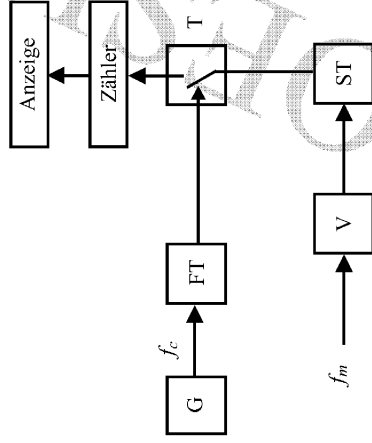

Bild 11: Anordnung zur Bestimmung einer Frequenz
Die Frequenz f_m eines zu messenden Signals soll bestimmt werden. Dazu wird es in eine Anordnung (Abb. 11) eingespeist. Das Signal f_m wird verstärkt (V) und durch einen Schmitt-Trigger (ST) in ein Rechtecksignal umgewandelt. Durch die Torschaltung (T) gelangt es zum Zähler und somit zur Anzeige. Der Zähler summiert die Anzahl der positiven Flanken. Die Torschaltung wird durch das Signal mit der Frequenz f_c des Generators (G) gesteuert. Die Frequenz des Signals kann in einem Frequenzteiler (FT) um den Faktor k vermindert werden. Die Periode erstreckt sich jeweils von positiver zu positiver Flanke.
- a) Um welches der beiden Verfahren handelt es sich bei Anordnung (Abb. 11), Periodendauernmessung oder Frequenzzählung? Begründen Sie Ihre Antwort! (2 Punkte)